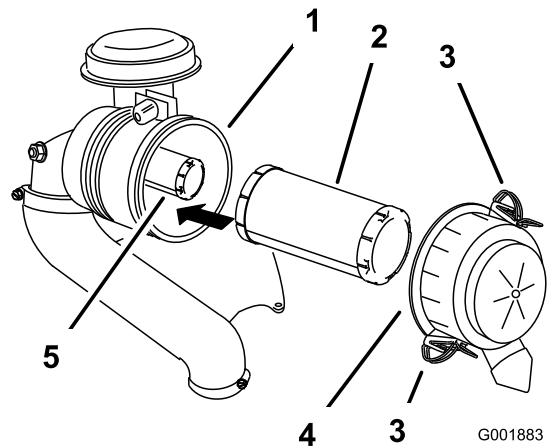

Figure 44
3. Ouvrez les dispositifs de verrouillage du filtre à air et enlevez le couvercle du corps du filtre (Figure 44).
5. Sortez l'élément principal du corps du filtre avec précaution (Figure 44).
2. Si vous remplacez l'élément de sécurité, insérez-le avec précaution dans le corps du filtre (Figure 44).
3. Placez ensuite l'élément principal sur l'élément de sécurité avec le même soin (Figure 44).
4. Reposez le couvercle du filtre à air, le côté portant l'inscription **UP** en haut, et fermez les dispositifs de verrouillage (Figure 44).